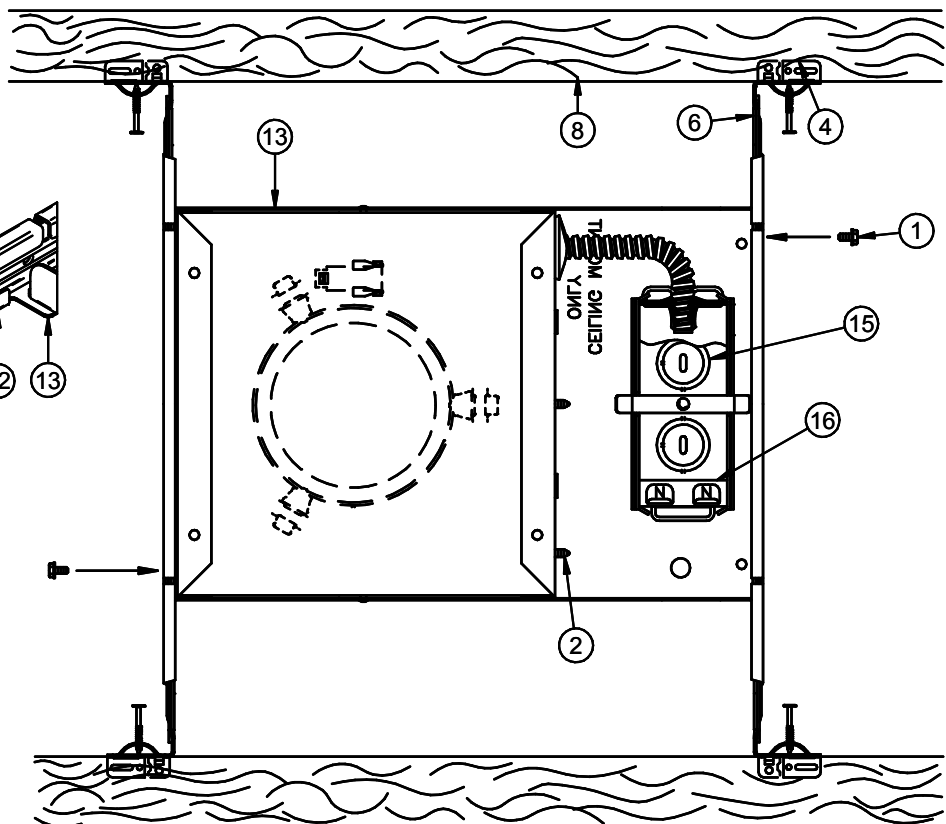

FIG. 1
1. For Wooden Joists: Extend the Bar Hangers (6), use joist alignment tabs (4) to locate fixture and position underneath support joist (8). Drive the 4 Nails (7) into Joists (8) (Fig. 1). Drive additional nails through holes in Bar Hanger for alternate support if required.
1. Para viguetas de madera: Utilice las muescas (4) ubicadas en el armazón de yeso para centrar la luminaria. Extienda las barras de suspensión (6), utilice las lengüetas de alineamiento de las viguetas para ubicar la luminaria y clave 4 clavos (7) en las viguetas (8). (Fig. 1) Si es necesario clave otros clavos en los agujeros de las barras de suspensión para proporcionar más soporte. Las barras de suspensión pueden ser acortadas según la muesca indicada si existen condiciones estrechas de montaje y las lengüetas de alineamiento pueden ser retiradas con alicates si es necesario un ajuste vertical.
1. Pour solives en bois : utiliser les entailles de centrage (4) situées sur le cadre en plâtre pour placer le dispositif d'éclairage. Faites prolonger les barres de suspension (6), utiliser les languettes d'alignement pour situer le dispositif et enfoncer 4 clous (7) dans les solives (8) (Fig. 1). Enfoncer des clous supplémentaires comme nécessaire à travers les trous dans les barres de suspension pour plus de support. Les barres peuvent être raccourcies selon l'entaille sur les barres pour s'ajuster aux conditions étroites de montage et les languettes d'alignement peuvent être également retirées à l'aide des pinces pour ajustement verticalement.